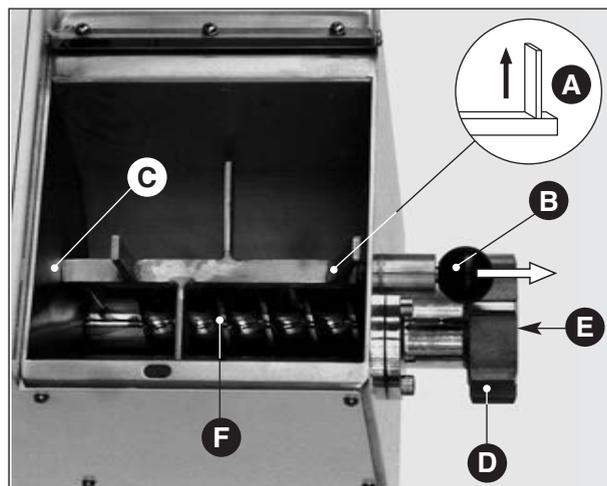

Fig. 13
- Mezclador: asegurarse que la paleta externa esté en la posición vertical superior (**Fig. 13 A**) (solamente esta posición permite el desarme de la pieza).
Modelo TR 70: desmontar el mezclador y tirar del pomo (**Fig. 13 B**) hasta liberarlo; modelo TR 75/E: desmontar el mezclador desatornillando el soporte móvil exterior, hasta liberar el mezclador (**Fig. 13 bis A**).
Desensartar el árbol cuadrado de su asiento (**Fig. 13 C**) y contemporaneamente girar la extremidad externa hacia arriba. Para el montaje del particular obrar en sentido inverso con la advertencia de alinear el alojamiento central del árbol con la espiga del soporte móvil; luego soltar la perilla.
- Abrazadera (**Fig. 13 D**) e hilera (**Fig. 13 E**): desenroscar la abrazadera a mano, poniendo cuidado a que no caigan las piezas, en el momento en que la abrazadera sale de su asiento, para no causar daños a sí mismo o las piezas mismas.
- Cóclea (**Fig. 13 F**): desmontada la abrazadera con hilera, la cóclea se puede extraer fácilmente de la máquina empujándola desde la espiral por la extremidad interna.
Fig. 13 bis